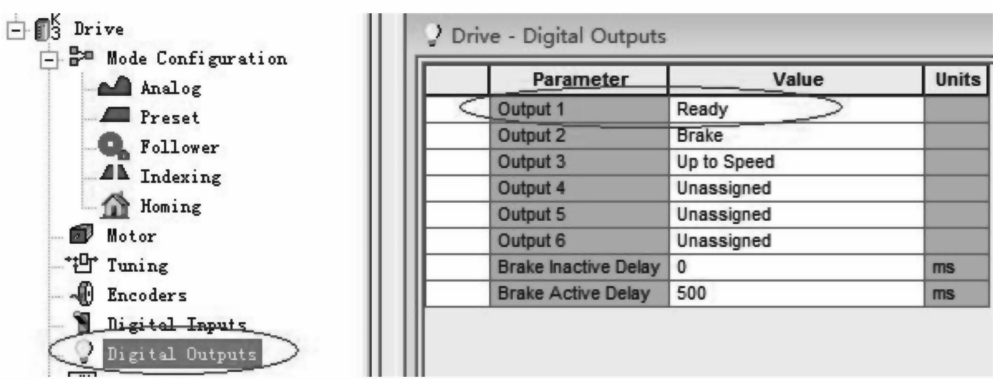

图 7-21 使用 Ultraware 设置驱动器 Output
值得注意的是：①这里“Drive Enable Output”驱动使能口除了要在控制器中配置成 0.06 口以外，还需要通过面板设置 Pr-0.10 号参数，需将其设置成为与控制器 0.06 对应的端口；②“Drive Ready Input”的设置需要先通过面板设置 Pr-0.24 号参数，将 Output1-3 设定为 Ready，再将该输出接到控制器的 DI.09 上。或通过 Ultraware 设置驱动器 Output1-3，再将置成 Ready 信号的输出接到 DI.09 上。Ultraware 设置如图 7-21 所示。